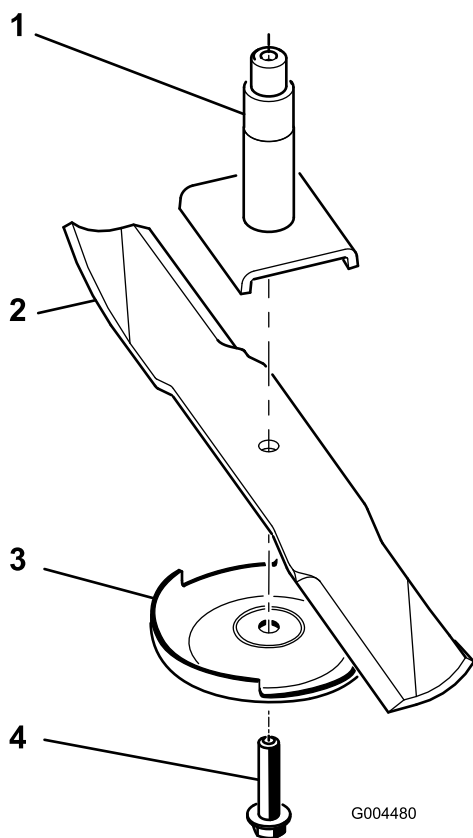

Figura 71
Nota: Se la lama rimane in posizione orizzontale, è bilanciata e può essere utilizzata. Se la lama non è bilanciata, limate del metallo soltanto dalla costa (Figura 71). Ripetete la procedura finché la lama non è perfettamente bilanciata.
1. Montate la lama sull'asse del mandrino (Figura 71).
2. Montate la piastra antistrappo e il bullone della lama (Figura 71).